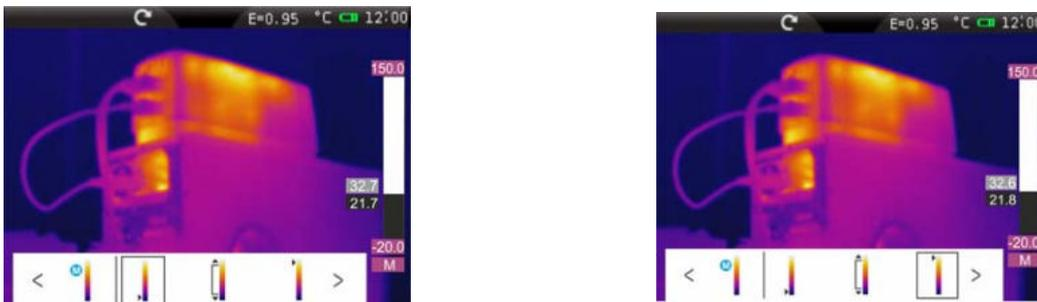

Abb. 57: Einzelnen Steuerungsebenen niedriger und hoher der Temperatur
4. Berühren Sie die Symbole "M", um den Einstellungsmodus eingestellt. Tippen Sie auf die Symbole "<" oder ">", um den Modus-Auswahl Auto (A) Manuell (M) oder Histogramm (H)
5. Berühren Sie die Symbole "↓" oder "↑" Symbol für die Einstellung einzige Einstellung bzw. niedriger oder hoher Temperatur. Berühren Sie die Symbole "<" oder ">" für die Regelung der Temperaturwerte mit der Farbpalette zugeordnet ist, um die gewünschte Wirkung zu erzielen (siehe Abb. 57). Die Einstellung der Mindest- und Höchstwerte erfolgt mit einem festen Intervall, das vom Gerät definiert wird und nicht geändert werden kann, und die Farbpalette wird weiß